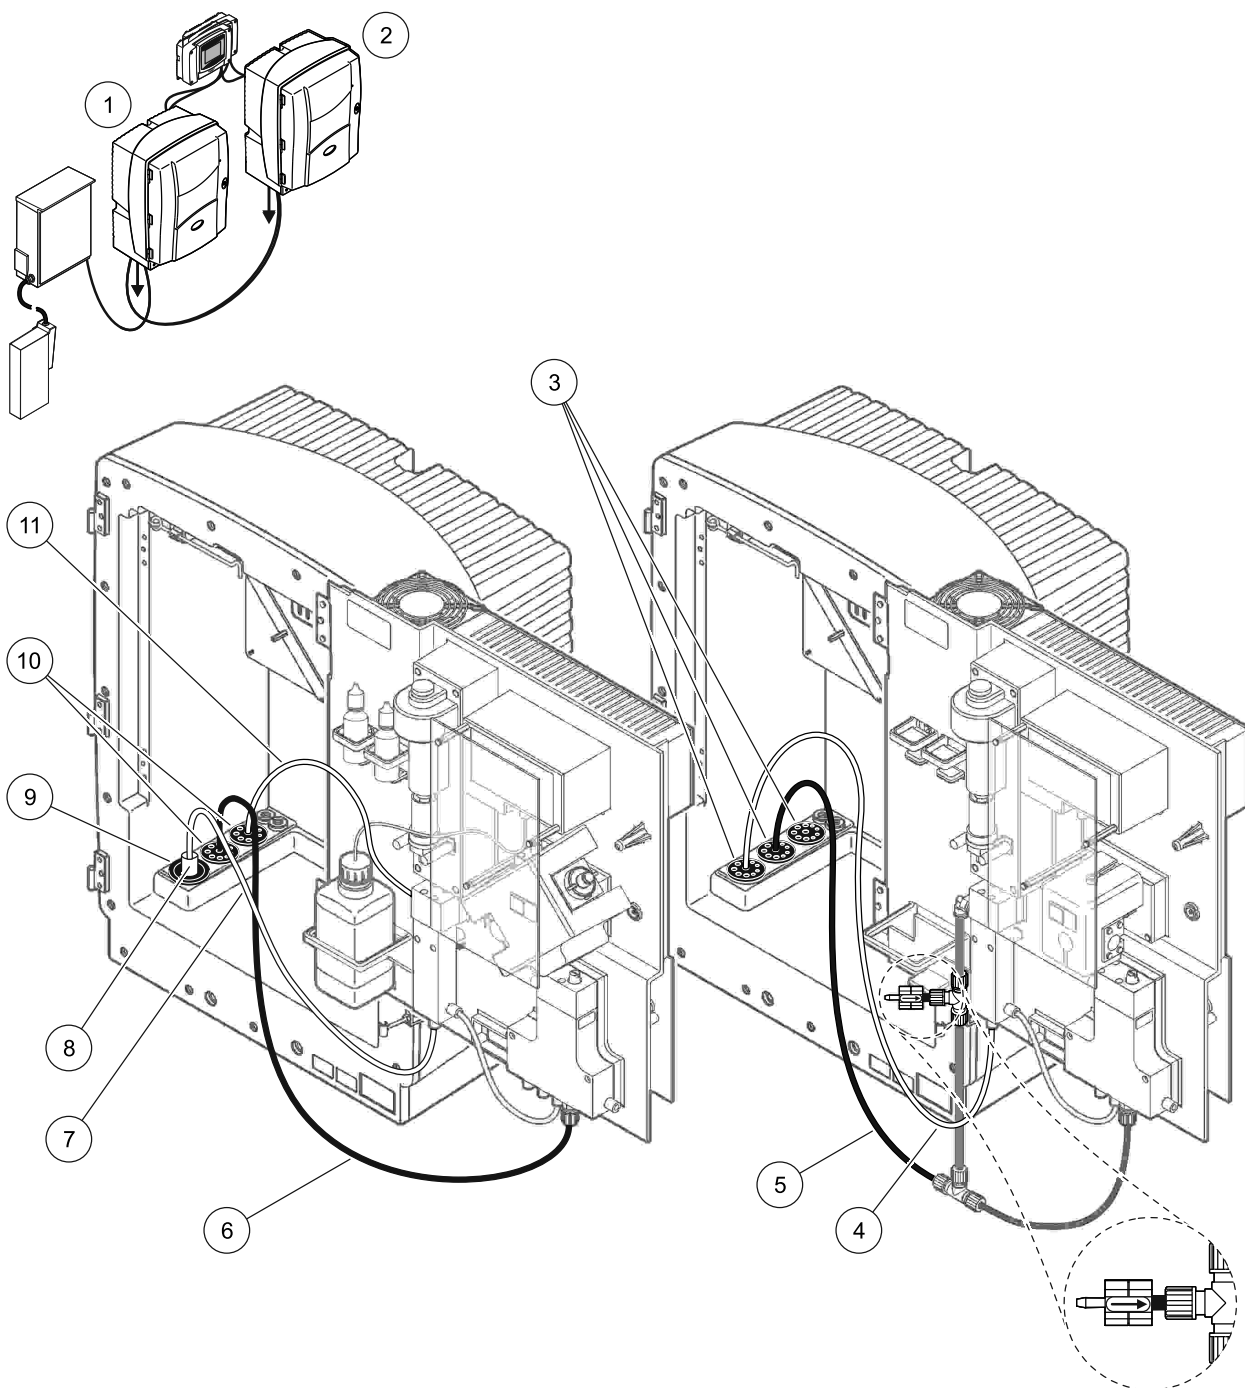

Рисунок 37 Монтаж версии 8b
Для Версии 8b смотрите Рисунок 37 и следующие инструкции:
- a. Пропустите шланг с подогревом от FILTRAX через отверстие в анализаторе (Рисунок 37, позиция 8). Для фиксации используйте уплотняющую заглушку #1.